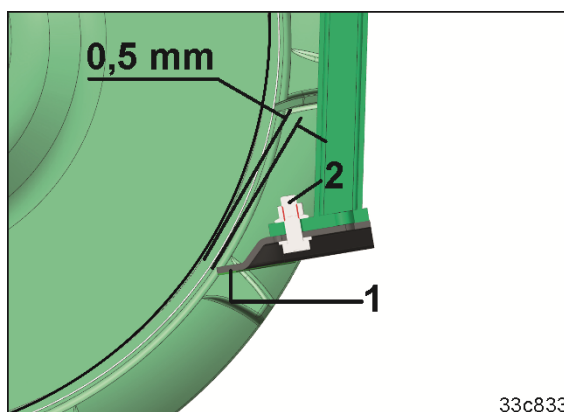

Рис. 125
4. Открутите винт (Рис. 125/2).
5. Привинтите чистик (Рис. 125/1) на расстоянии 0,5 мм от трубы катка.